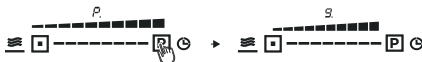

Fig. 37
For å aktivere boost nivået skal man trykkes på (P) (Fig. 37).